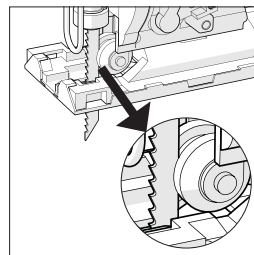

Fig. 2
- Asigurați-vă că partea din spate a pânzei s-a prins în canalul din rola de ghidare. (Fig. 2)